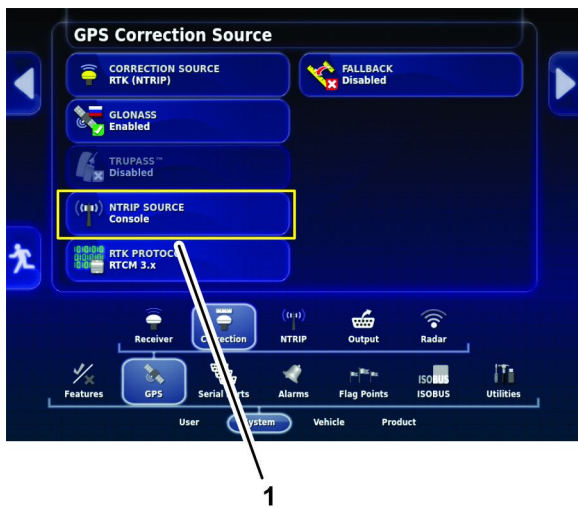

Figura 117
**Nota:** El icono FUENTE NTRIP muestra la fuente de la consola (Figura 117).